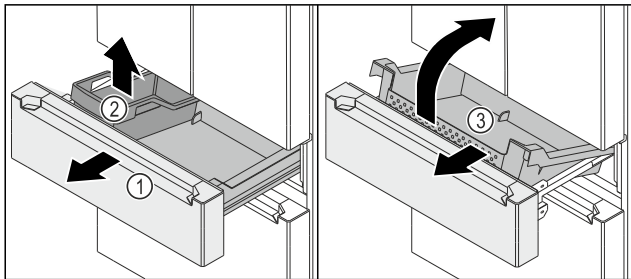

Fig. 176
- ▶ Izvucite izvlačnu kutiju Fig. 176 (1) do graničnika.
- ▶ Izvadite kutiju FlexBox Fig. 176 (2).
- ▶ Spremnik Fig. 176 (3) podignite sprijeda.
- ▶ Spremnik Fig. 176 (3) izvadite ukoso prema naprijed.